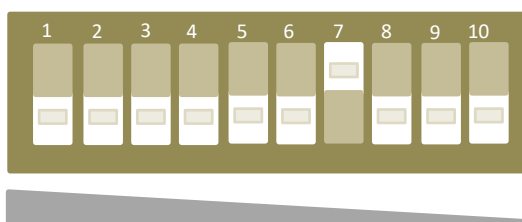

Рисунок 7.20
– при отсутствии тревожного извещения увеличить чувствительность, установив флажок 7 переключателя регулировки чувствительности в положение «Вкл.» (верхнее положение), все остальные флажки в положение «Выкл.» (нижнее положение) (рисунок 7.20) и повторить попытки несанкционированного проникновения через заграждение по выше указанной методике.